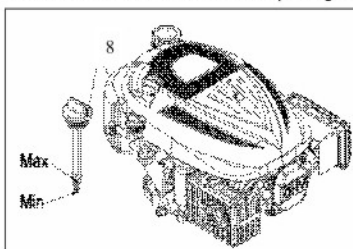

Fig. 7
2. Retirez le bouchon de remplissage d'huile / la jauge (8) et essuyez-le.
3. Insérez le bouchon de remplissage d'huile / la jauge (8) dans le goulot de remplissage d'huile comme illustré, mais ne le vissez pas et retirez-le pour vérifier le niveau d'huile.
4. Si le niveau d'huile est proche ou inférieur à la limite inférieure de la jauge, enlevez le bouchon de remplissage d'huile / jauge d'huile (8) et remplissez avec l'huile recommandée jusqu'au repère supérieur (bord inférieur de l'orifice de remplissage d'huile). Ne pas trop remplir.
5. Réinstallez le bouchon de remplissage / la jauge d'huile (8). (Voir la figure 7)